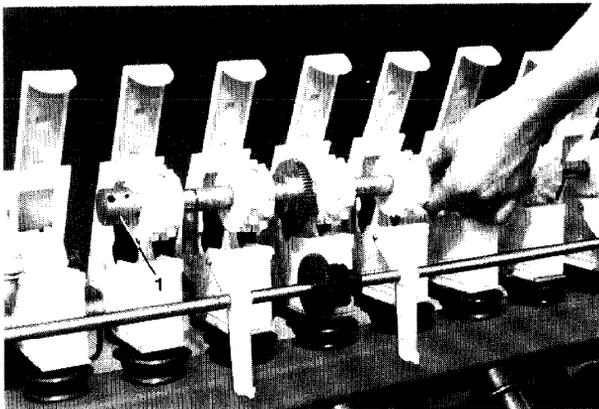

Fig. 115
- Verbindungsbuchsen (Fig. 115/1) nach dem Lösen der Skt.-Schrauben auf der Säwelle verschieben und die Säwelle mit Särädern nach hinten herausnehmen und gegen die Bohnensäwelle austauschen.